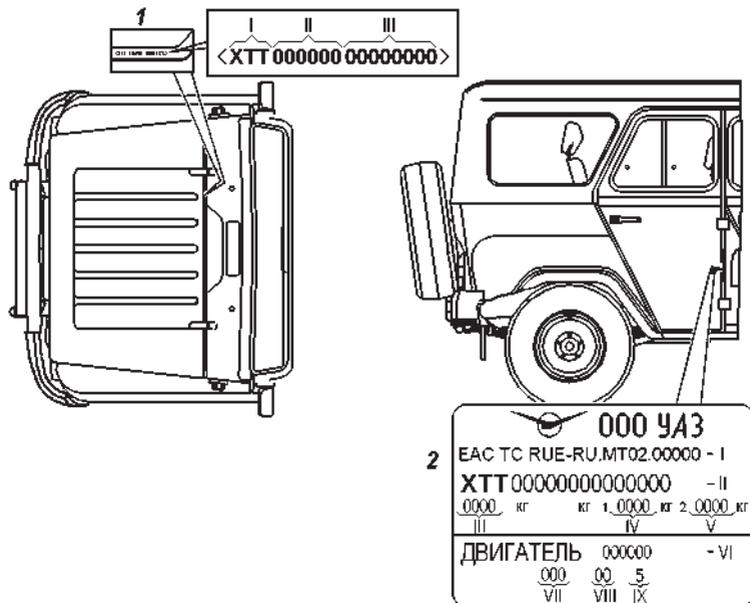

Рис. 1.4. Маркировка транспортного средства:
**Идентификационный номер транспортного средства 1** (рис. 1.4) выбивается на табличке заводских данных и на горизонтальном фланце верхней панели передка (под капотом, с правой стороны).
Идентификационный номер 1 (рис. 1.4) состоит из трех частей: I часть – международный идентификационный код изготовителя, обозначает:
**Заводская табличка автомобиля 2** (рис.1.4) расположена на центральной стойке боковины кузова с правой стороны автомобиля (в проеме задней боковой двери) и имеет следующие данные: